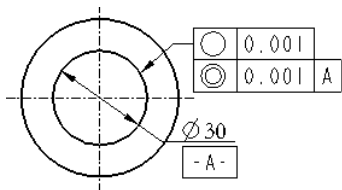

图 5.6.4 “其他几何公差”选项
- ☑ **其它几何公差** : 将几何公差附着在其他几何公差上面 , 如图 5.6.4 所示